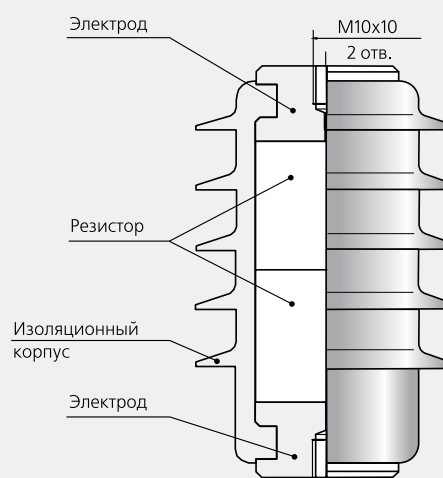
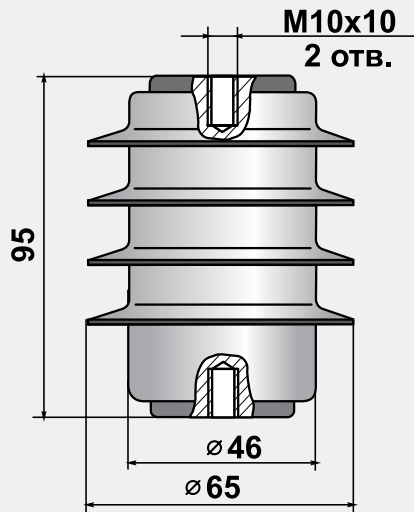

Рис.3 Конструкция ОПН/TEL
Рис. 4. Ограничители
3.1 Устройство ОПН/TEL представлено на рис. 3. Габаритные и присоединительные размеры приведены на рис. 4 - 7 и в табл. 3.